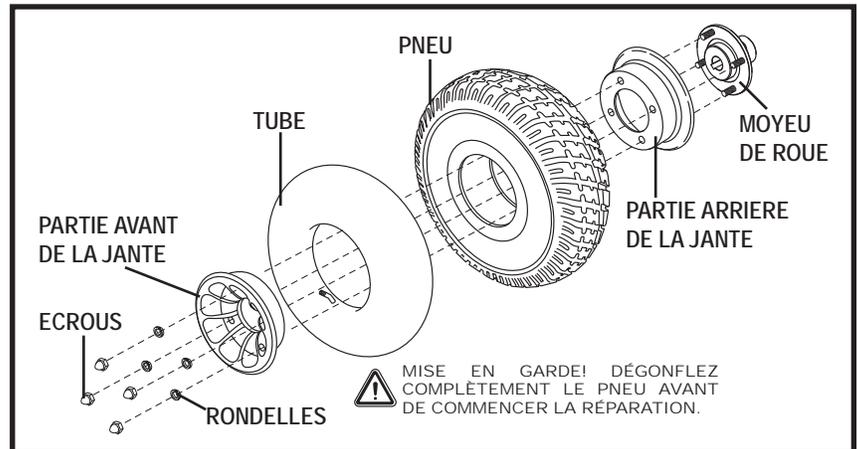

Figure 23. Roue de traction pneumatique en pièces
8. Retirez les écrous et rondelles qui retiennent les deux parties de la jante ensemble. **Voir la figure 23.**